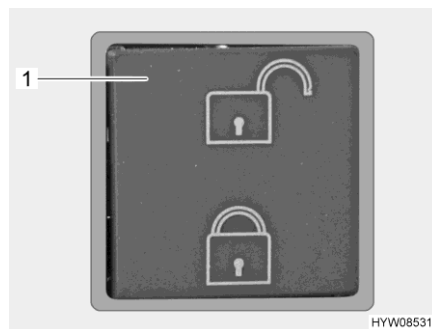

Fig. 72 Interruttore (chiusura centralizzata per cassetti)
- Premere la metà superiore del tasto (Fig. 72,1). I cassetti del blocco cucina sono sbloccati.
- Premere la metà inferiore del tasto (Fig. 72,1). I cassetti del blocco cucina sono bloccati.